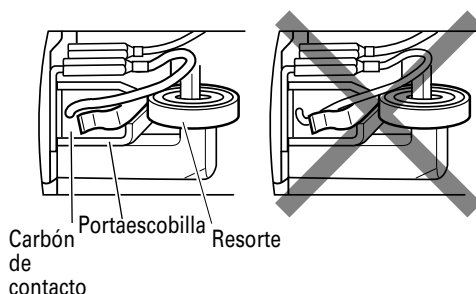

Fig. 8
4. Reemplazo de las escobillas (Fig. 8)